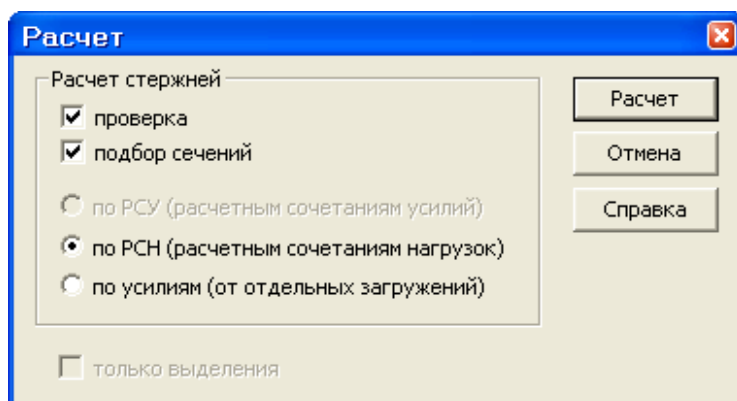

Рис.3.31. Диалоговое окно **Расчет**
- Для выполнения подбора и проверки назначенных сечений, с помощью меню **Расчет** ⇒ **Выполнить Расчет** (кнопка  на панели инструментов) вызовите диалоговое окно **Расчет** (рис.3.31).